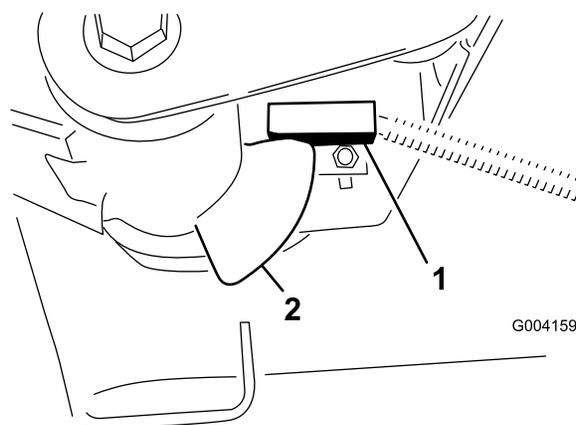

Figura 41
2. O interruptor do braço de elevação encontra-se por baixo do depósito hidráulico por trás do braço de elevação direito dianteiro (Figura 41).
3. Solte os parafusos de montagem do interruptor (Figura 41) e desloque o interruptor para baixo para aumentar a altura de viragem do braço de elevação ou desloque o interruptor para cima para diminuir a